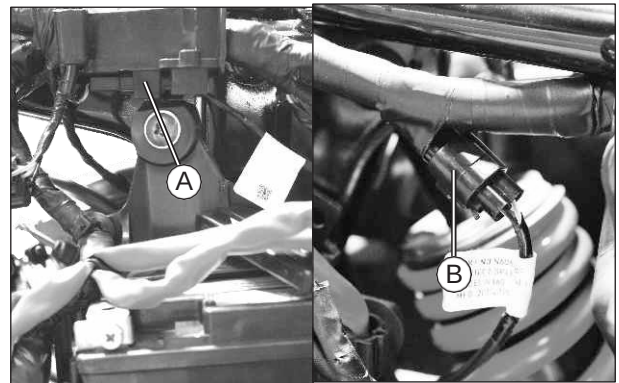

Fig. 3.109
- Desacople el sensor de posición de marchas (A) y el sensor de velocidad (B) del ramal eléctrico. (Fig. 3.109)